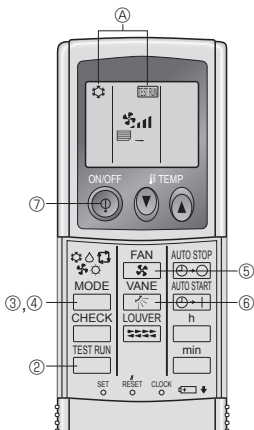

Fig. 7-5
7.2.2. Al usar el controlador remoto inalámbrico (Fig. 7-5)
- ① Encienda la unidad al menos 12 horas antes de la prueba de funcionamiento.
- ② Pulse el botón dos veces seguidas.